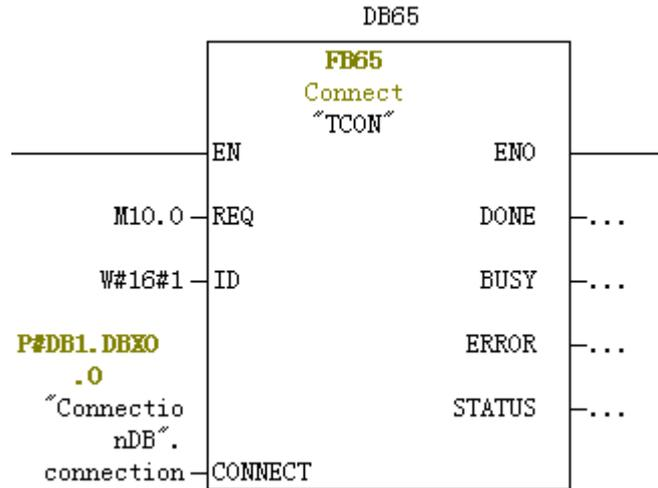

图 3-11 调用“ TCON” 注册 UDP 连接服务
3.11 在 OB1 中编程调用“ TCON” 建立连接，“ TCON” 等程序块存储在“ Libraries（库）—Standard Library（标准库）---Communication Blocks（通信块）” 下面。当 REQ 上升沿时触发执行。CONNECT 参数输入前面 DB1 中类型为 UDT65 的变量 connection，如图 3-11 所示。